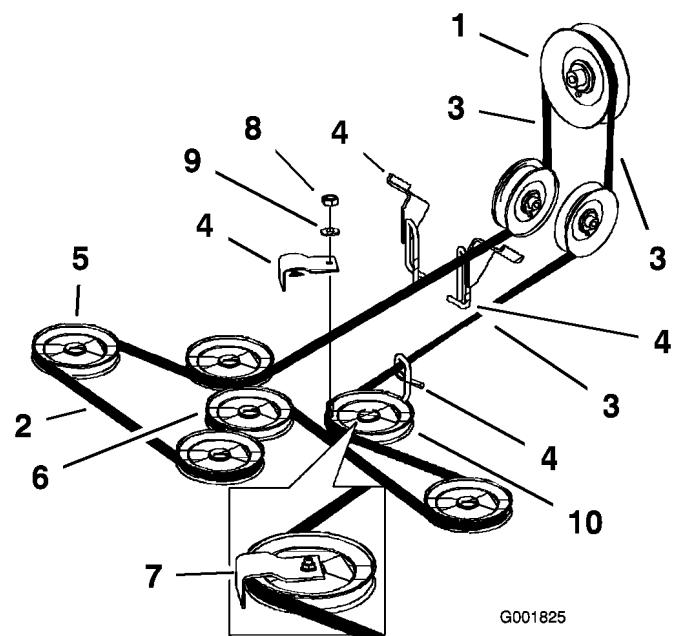

Figure 55
détendre la courroie sur la poulie de tension. Déposez ensuite la courroie usée du plateau de coupe (Figure 55).
5. Installez la courroie neuve autour des poulies d'axe et de la poulie de tension du plateau de coupe, dans les guides de courroie, dans l'ensemble bras de tension arrière et l'embrayage (Figure 55).
Important: Vérifiez le vrillage de la courroie entre les poulies. Il doit être conforme aux spécifications de la Figure 55.
Important: Vérifiez le vringage de la courroie entre les poulies. Il doit être conforme aux spécifications de la Figure 55.